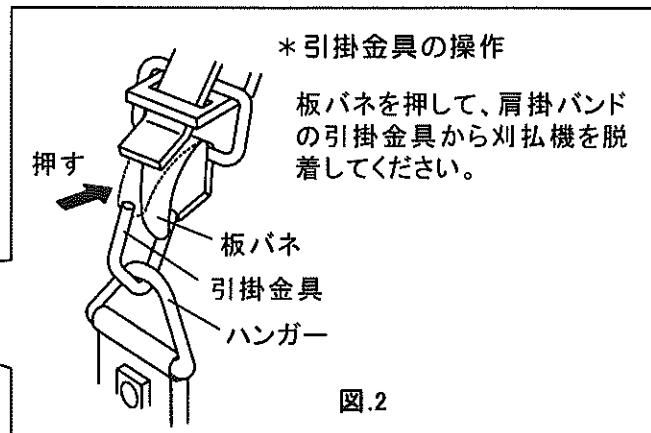

図.2
- ② 図.2のように、肩掛けバンドの引掛け金具を刈払機のハンガーに取り付けてください。
- ③ 刈払機を身体の右側に吊り下げ、刈刃が地面と平行になるようにバンドの長さを調整してください。